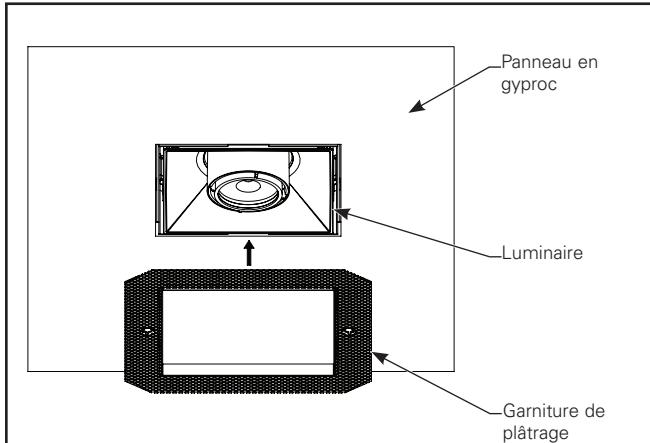

Figure 1.9.
6. Une fois le panneau en gyproc installé, ajoutez la garniture de plâtrage sur le panneau (figure 1.9).